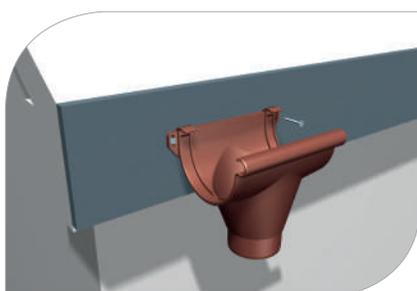

рис. 4
- 1.9 Воронка и соединители жестко крепятся к фронтальной доске с помощью специальных держателей (или с помощью консоли к стропильной доске), что стабилизирует целую систему и благодаря чему единственными подвижными элементами остаются желоба (**рис. 4**)